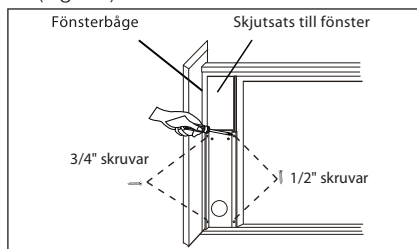

Fig. 20
3. Stäng skjutbågen ordentligt mot skjutsatsen. (Fig. 20)
4. Skruva i två 1/2-tumsskruvar för att fästa skjutsatsen i fönsterbågen. (Fig. 20)
5. Skruva i två 3/4-tumsskruvar för att fästa fast skjutsatsen i fönsterbågen. (Fig. 20)